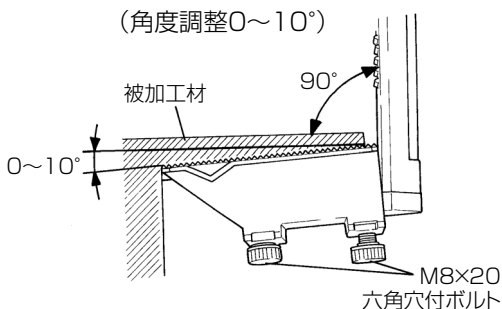

図 18
- V 溝付当て金を標準当て金の奥まで押し込み、M8 × 20 六角穴付ボルト (2 本) で固定します。また、図 18 のように角度のある被加工材に穴あけする場合は、六角穴付ボルトの締付け量で角度を調整してください。